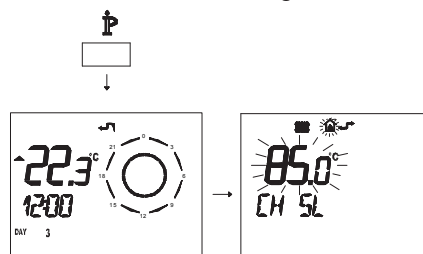

Figura 5.53
- Premere per più di 3 secondi il pulsante per entrare in modalità **INFO** (Figura 5.53).